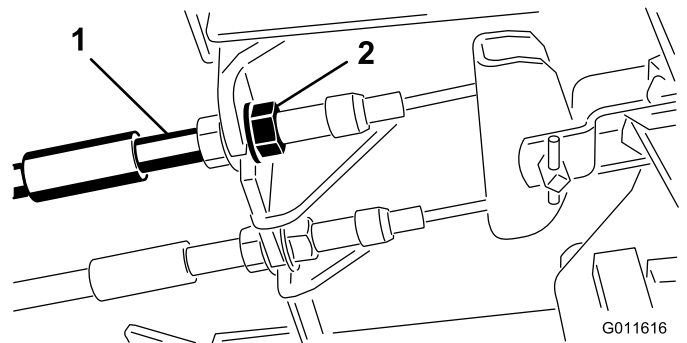

Figure 35
1. Pour réduire la garde aux pédales de frein, serrez les freins en desserrant l'écrou avant sur l'extrémité fileté du câble de frein (Figure 35).